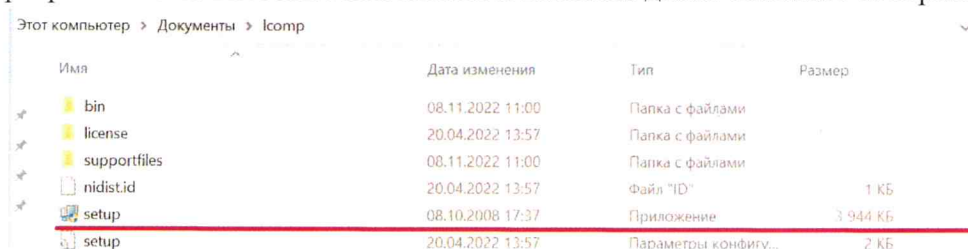

Рисунок 7
3) Зайдите в «Icomp» и найдите пункт «setup». Откройте его (рисунок 7). Когда компьютер попросит разрешение на внесение изменений в жестком диске нажмите «Разрешить».